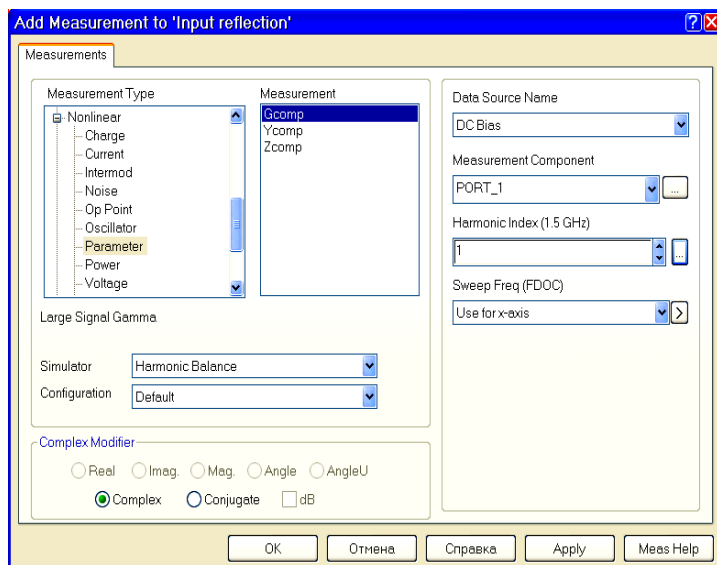

Рис. 4.13
1. Щёлкните правой кнопкой мышки по имени графика **Input reflection** в группе **Graphs** в окне просмотра проекта и выберите **Add measurement** (Добавить измеряемую величину) во всплывающем меню. Откроется диалоговое окно **Add measurement** (Рис. 4.13).